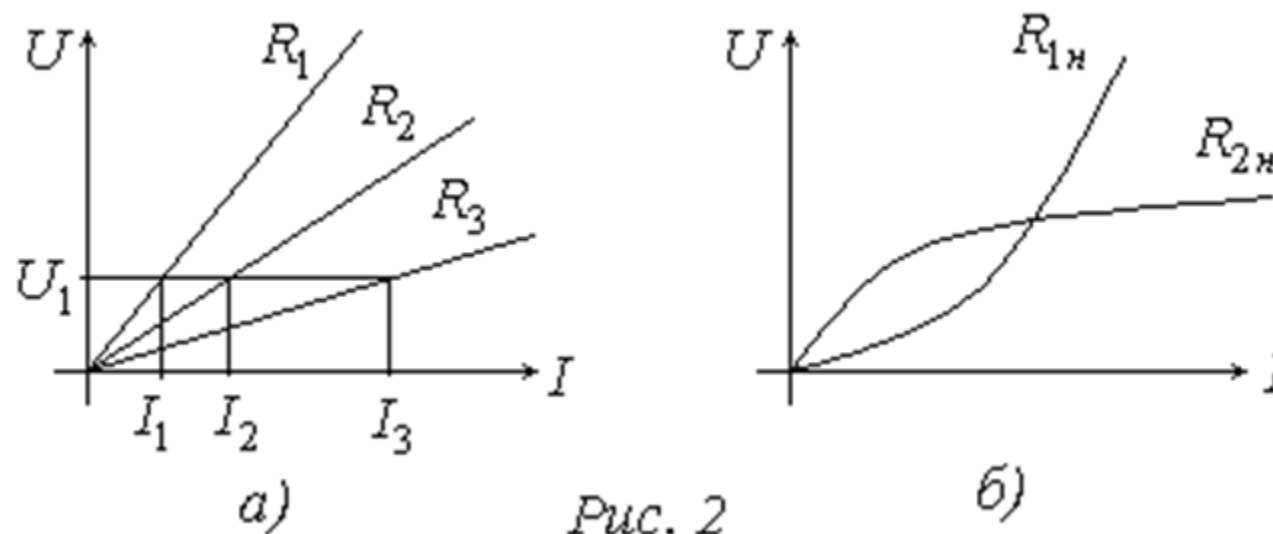

Рис. 2
- На *Рис. 2, а* показані ВАХ для лінійних резисторів  $R_1$ ,  $R_2$ ,  $R_3$ .
На *Рис. 2, б* показані ВАХ для нелінійних резисторів.